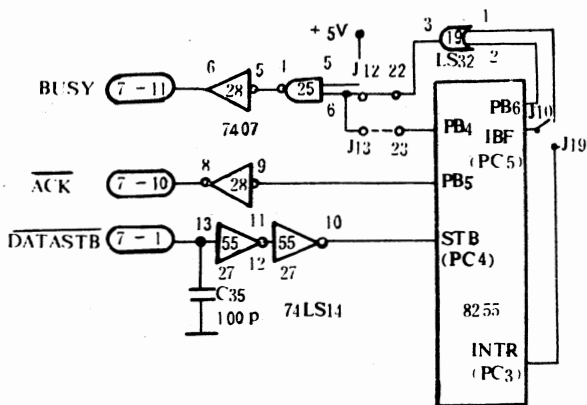

图 2-1 打印机接口电路
**故障分析与维修** 如图 2-1 所示,此类故障一般发生在